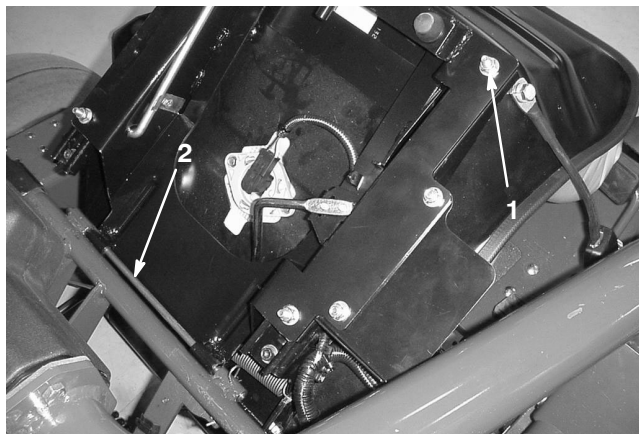

Bild 4
1. Entfernen Sie die Sicherungsmutter (Bild 4) und die Sitzhalterung (wird für den Transport verwendet), die an der rechten hinteren Sitzeinstellschraube befestigt sind. Werfen Sie sie weg. Halterung ist nicht abgebildet.
2. Nehmen Sie den Splint und die Sitzdrehstange ab, mit denen der Sitz befestigt ist (Transporteinstellung). Nehmen Sie den Sitz ab (Bild 4). Werfen Sie den Splint weg.